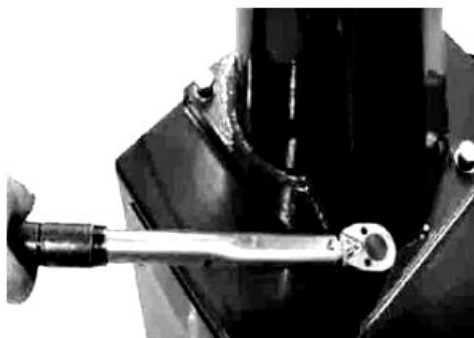

рис. 5
3.2.2 Установите колонну на корпус станка. Плотнo затяните болты с усилием 70 Нм (рис. 5).